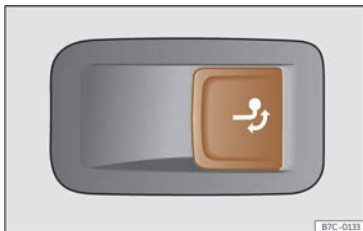

Fig. 172 No lado dereito do maleteiro: tecla para desbloquear o gancho de remolque.
- Puxe da tecla >>> **fig. 172** brevemente. O gancho de remolque desbloquéase electricamente e xírase automaticamente cara a fóra. O indicador de control da tecla escintila.
- Puxe da tecla >>> **fig. 172** brevemente. O gancho de remolque desbloquéase electricamente.
- Non prema nunca >>> **fig. 172** cando haxa un remolque enganchado ou vaia montado un portaequipaxes ou outros accesorios sobre o gancho de remolque.